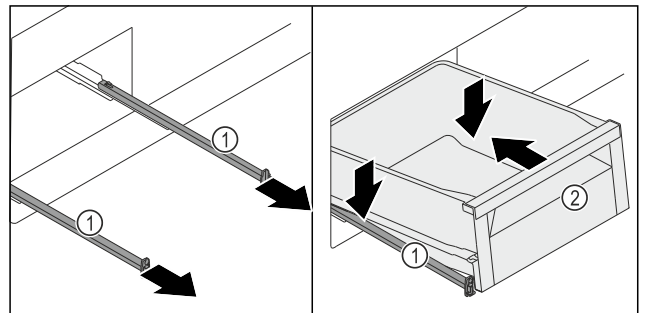

Fig. 128
- Schienen Fig. 128 (1) herausziehen.
- Schienen Fig. 128 (1) festhalten und Schubfach Fig. 128 (2) schräg von oben auf den Schienen Fig. 128 (1) aufsetzen.
- Schubfach Fig. 128 (2) auf den Schienen Fig. 128 (1) bis zum Anschlag nach hinten schieben.